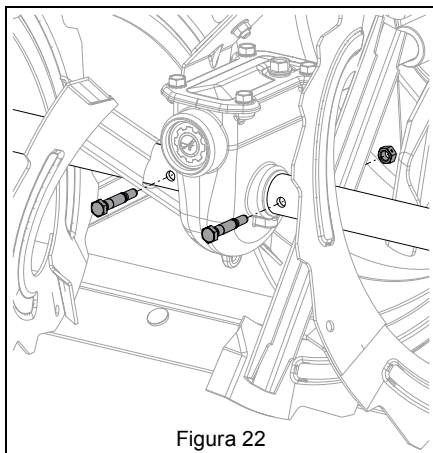

Figura 22
1. Rimuovere i dadi e i bulloni di sicurezza. Vedere Figura 22.
Vedere Figura 22.